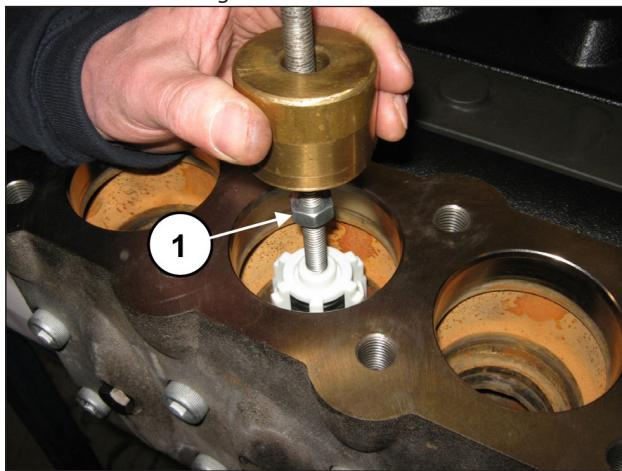

Abb. 100
Entfernen Sie die Druckventilgruppe mithilfe eines Abziehers mit Schlagwerk (Art. 27516400) an der Bohrung M10 der Ventilführung (Pos. ①, Abb. 100) oder, zusätzlich, eines eventuellen Adapters M10-M16 (Art. 25089700) am Gewinde M16 der Ventilführung.